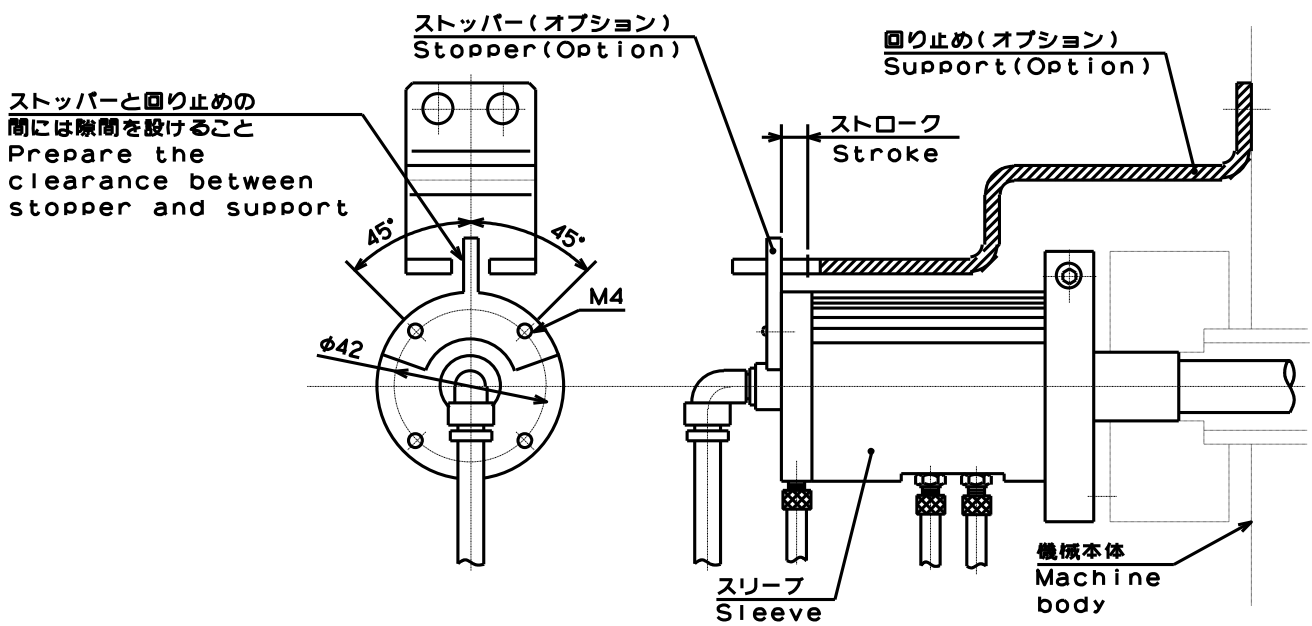

図 6 Fig.6
- ⑧ 図6のように、スリーブの回り止めに設けてください。
- スリーブの回り止めは図6のように隙間を設けること。ボルトなどでスリーブを直接固定した場合、エアフィードチューブの焼き付きや破損を招き、チャックへのエア供給が遮断され、工作物が飛散し危険。